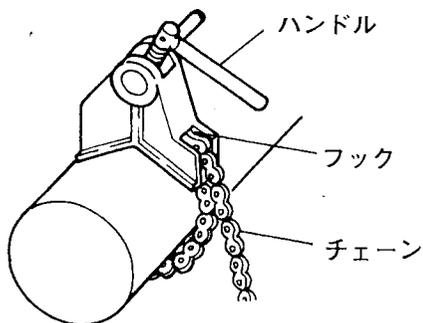

図 8
- (1) 既設管など、固定されているもの以外の加工物は、万力等でしっかり固定します。
- (2) チェーンをチェーンバイスのフックに確実に入れ、ハンドルをまわしてチェーンバイスを加工物にしっかり固定します。（図8）